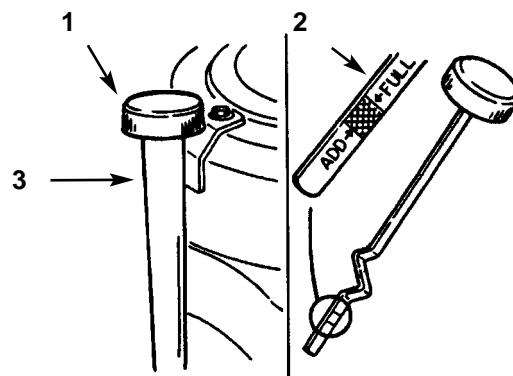

Fig. 32
3. Pulite attorno all'asta di misurazione del livello dell'olio (Fig. 32) perché lo sporco non penetri nel foro di riempimento, danneggiando il motore.
4. Svitate l'asta di misurazione dell'olio e pulitene l'estremità di metallo (Fig. 32).
fondo sul tubo di riempimento (Fig. 32). Svitate di nuovo l'asta ed osservatene l'estremità di metallo: se il livello dell'olio è basso, versate lentamente nel tubo di riempimento abbastanza olio da portare il livello alla tacca "FULL".
6. Versate lentamente nel tubo di riempimento (Fig. 32) circa l'80% del quantitativo di olio indicato. Ora verificate il livello; vedi Verifica del livello dell'olio, pag. 30, punti 4 e 5.